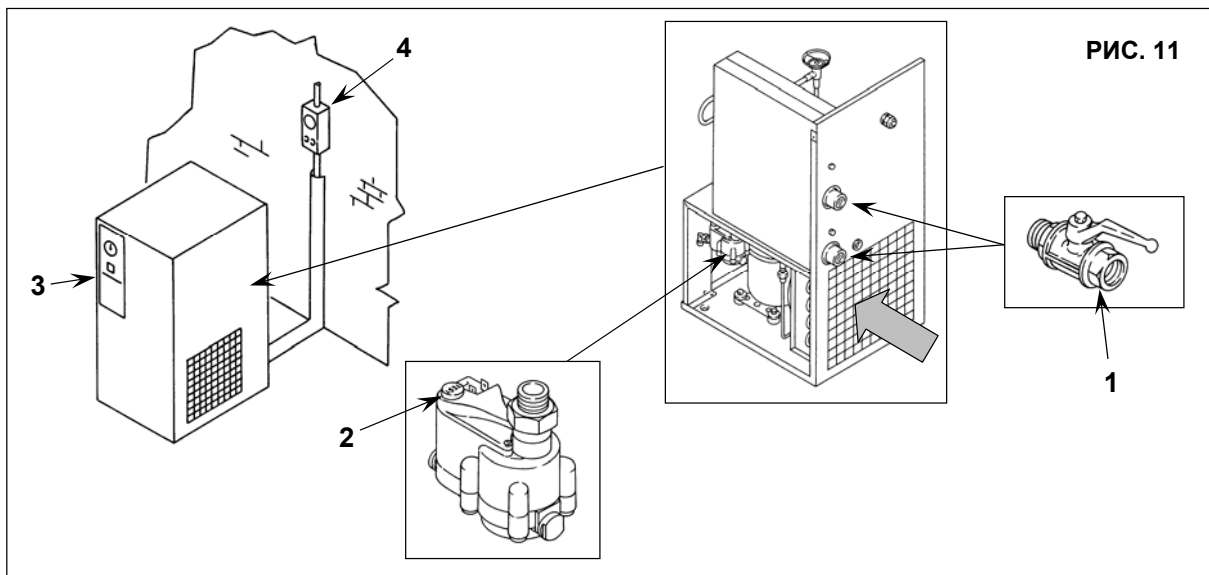

РИС. 11
- Закройте краны, поз. 1, рис. 11
- Сбросьте давление в осушителе, нажав кнопку слива конденсата "TEST", расположенную на пароотделителе, поз. 1, рис. 11
- Выключите устройство, нажав кнопку "STOP", поз. 3, рис. 11
- Включите автоматический дифференциальный переключатель питания, поз. 4, рис. 11